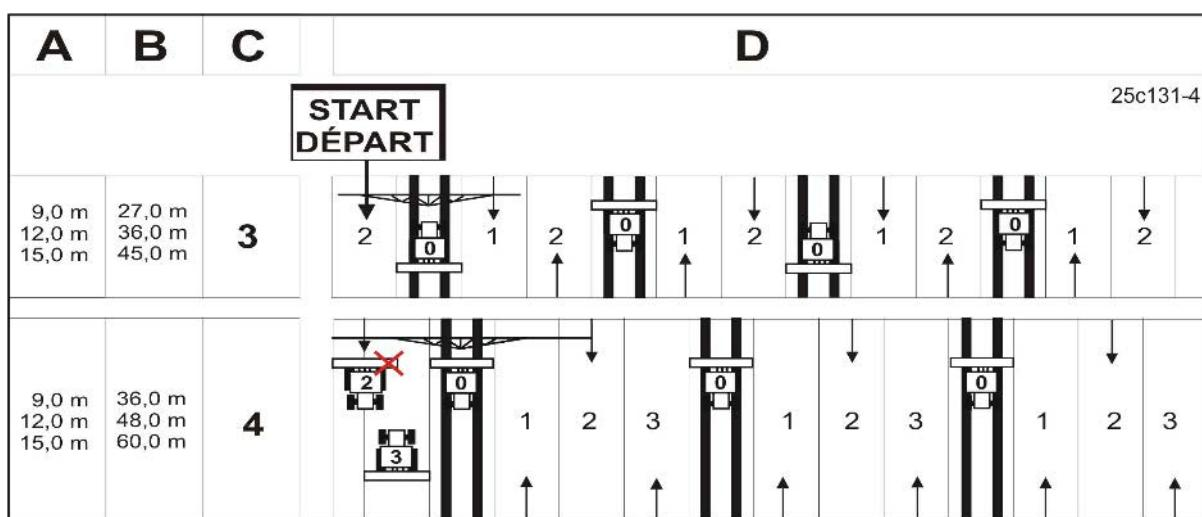

Рис. 63
Создание технологических колей представлено на рисунке (Рис. 63) на нескольких примерах:
1. См. в таблице (Рис. 63):
На рисунке (Рис. 63) показаны примеры создания технологических колей с 4-м ритмом переключения.